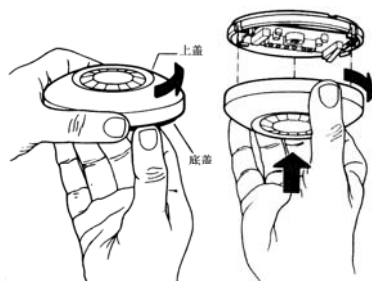

图 3: 安装方式
- 在选择的最佳覆盖区安装底座, 将底座背面的两个安装孔紧固在天花板上, 以避免振动, 见图 3。